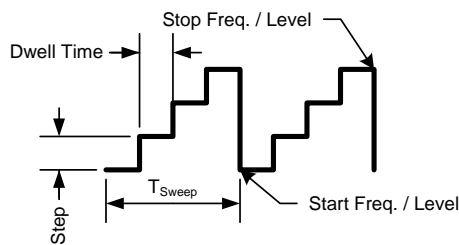
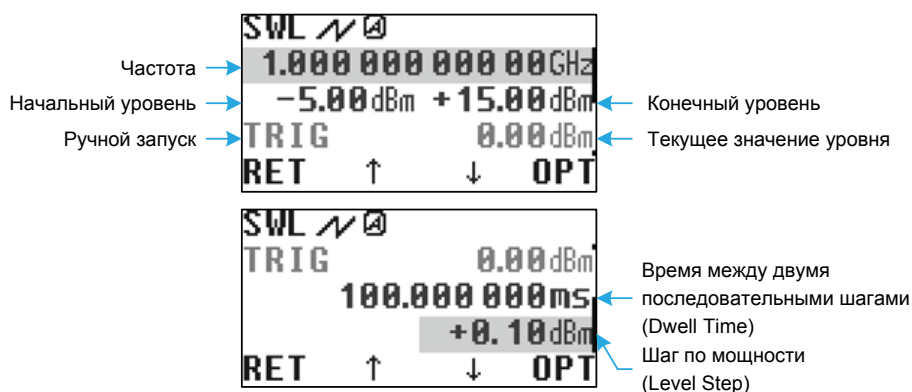

Рис. 12: Параметры режимов качания
Рис. 16: Режим качания уровня (мощности) выходного сигнала (Operation Modes▷Sweep Level)
Качание частоты представляет собой пошаговое изменение частоты выходного сигнала по заданному закону (например, треугольник или пила) при постоянном уровне мощности (рис. 12). T_{Sweep} – время прохода одного периода.
Качание уровня представляет собой пошаговое изменение мощности выходного сигнала по заданному закону (например, треугольник или пила) при постоянной частоте (рис. 12). T_{Sweep} – время прохода одного периода. Режим качания уровня (Sweep Level, SWL) имеет следующие параметры (рис. 16):
- Manual – ручной, осуществляется командой TRIG из меню (рис. 16);
• Dwell Time – под-меню дублирует соответствующий пункт меню на рис. 16;
• Level Step – под-меню дублирует соответствующий пункт меню на рис. 16;